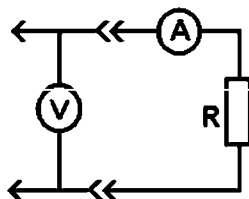

Рис. 1.17. Электрическая схема для определения сопротивления
1.4. Последовательно собрать схемы (рис. 1.17) с полученными для опытов сопротивлениями и используя показания вольтметра и амперметра рассчитать по закону Ома величины сопротивлений.